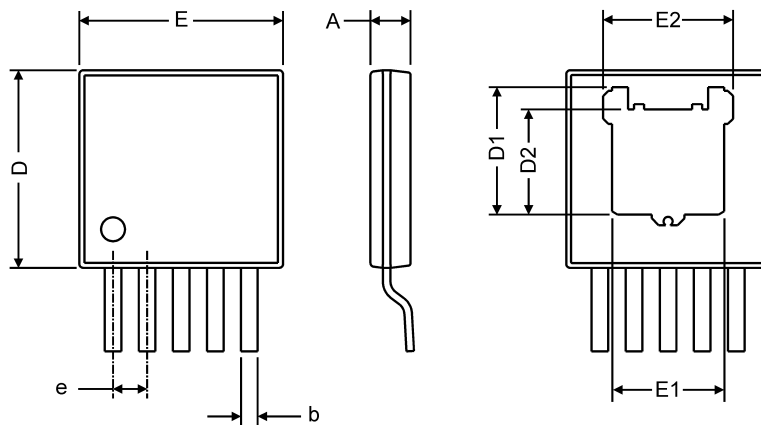

FIGURE 1. TO-263 THIN Package Attributes (see Table 1)
- TO-263 薄型パッケージの本体サイズは、3、5、7、9リード・オプションとも同一。Figure 1を参照。
TABLE 1. TO-263 薄型パッケージの寸法 (Figure 1 参照)